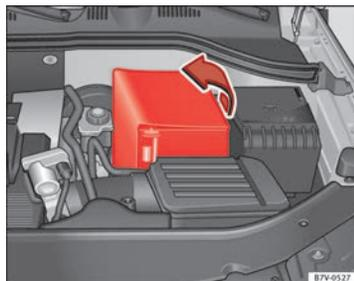

Fig. 176 En el vano motor: Despliegue el manguito de la batería del vehículo.
- *En el caso de un manguito:* retire la cubierta desplegándola hacia un lado ⇒ fig. 176.